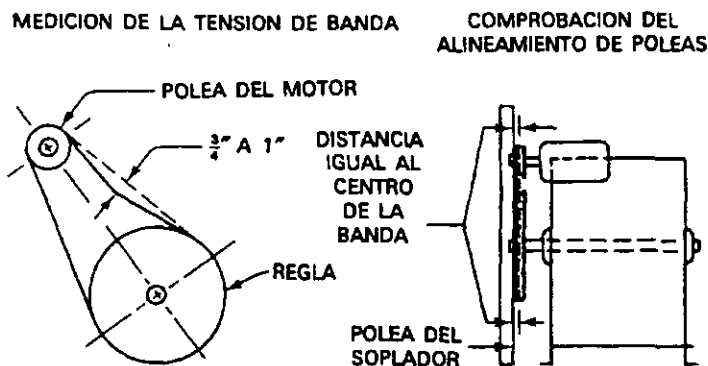

FIGURA R25-1 Ajuste de la transmisión de banda de un soplador.
- d. La banda de impulsión del soplador debe estar en buenas condiciones y bien ajustada (véase figura R25-1). Las bandas cuarteadas o lisas se deben cambiar. El vidriado o lo liso de las bandas se debe a que se hacen trabajar demasiado tensas. El ajuste correcto se conoce porque se puede desviar la banda. A la mitad de la distancia entre las poleas, se debe desviar aproximadamente 1 pulgada por cada 12 pulgadas entre centros de ejes.